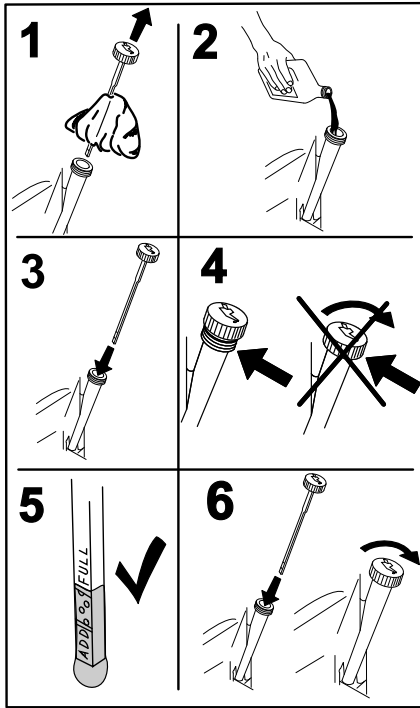

Figure 51
4. Versez lentement environ 80 % de l'huile spécifiée dans le tube de remplissage, puis faites l'appoint lentement jusqu'à ce que le niveau atteigne le repère du plein (Full) (Figure 51).